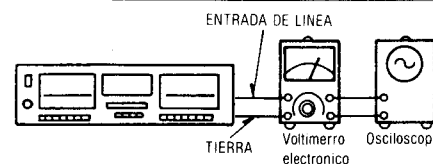

Fig. 2
1. Efectuar las conexiones como muestra la Fig. 2.